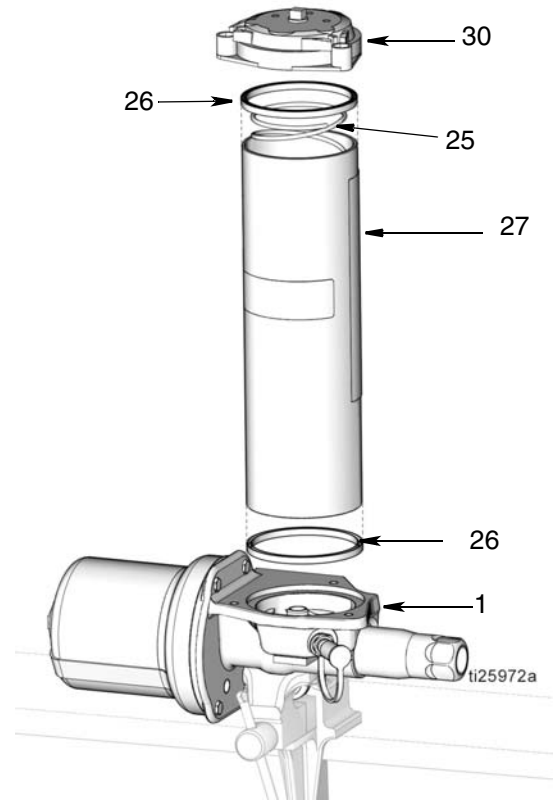

图 14
11. 从泵底座 (1) 拆下液箱 (27) (图 14)。如果更换液箱垫圈 (26)，从液箱上拆下垫圈。根据正确处置的所有相关规定，处置垫圈。